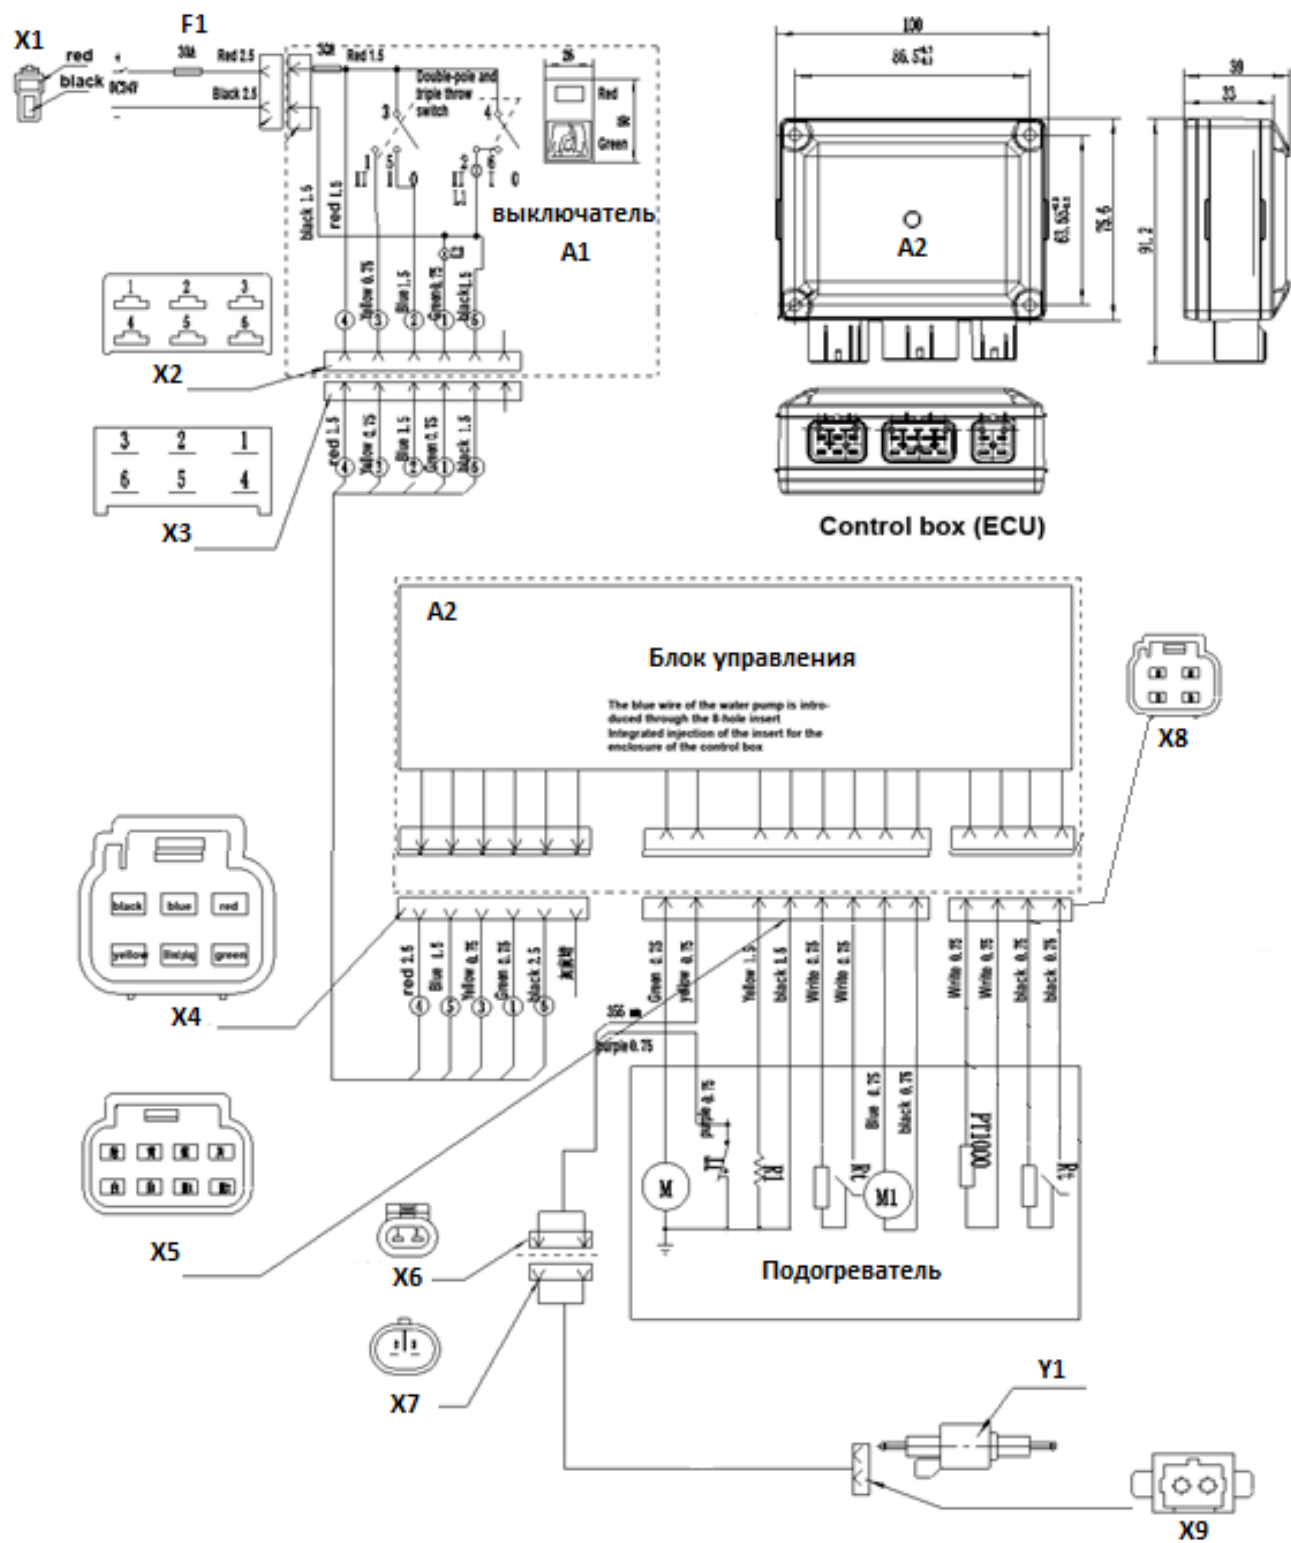

Рис.16 Электрическая схема
4.8.1 Подключение блока управления/подогревателя Электрическое подключение подогревателя выполняется по **Рис.16** Блок управления и подогреватель соединены переходным жгутом. Основной жгут проводов должен быть защищен от перетираия во всех случаях эксплуатации.